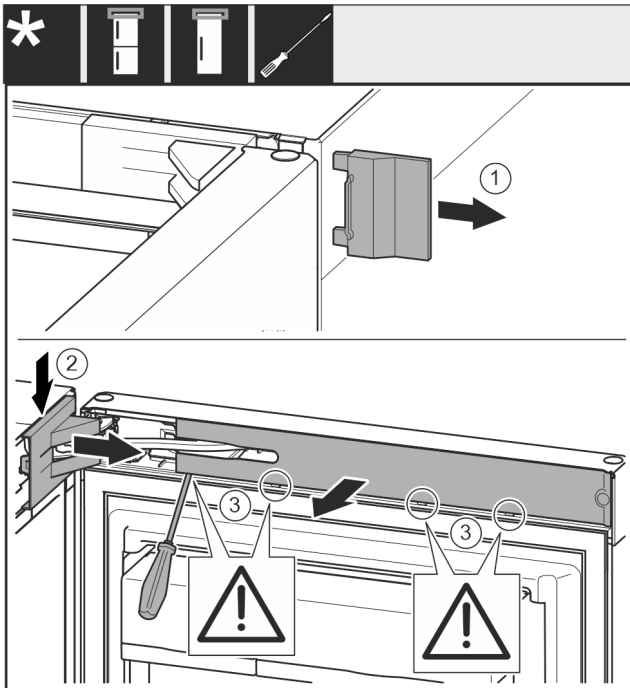

Fig. 10
- Abdeckung Fig. 10 (1) abnehmen.
- Lagerbockabdeckung Fig. 10 (2) ausrasten und lösen.
- Lagerbockabdeckung Fig. 10 (2) abnehmen.
- Blende Fig. 10 (3) mit Schlitzschraubendreher ausrasten und zur Seite schwenken.